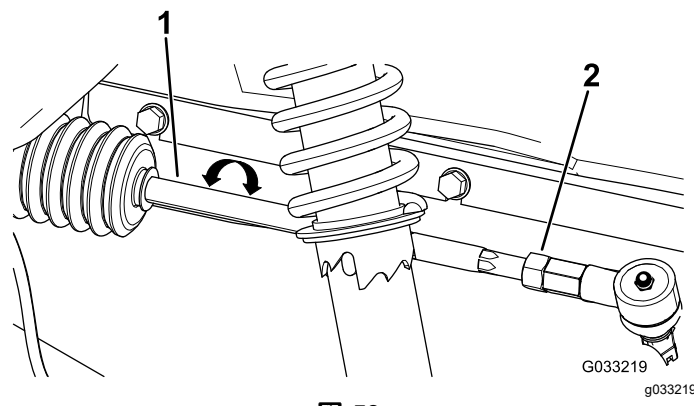

図 59
3. 前後の測定値の差が所定範囲0-6 mmにならない場合は、タイロッドの外側端部にあるジャムナットをゆるめて調整を行う(図 59)。